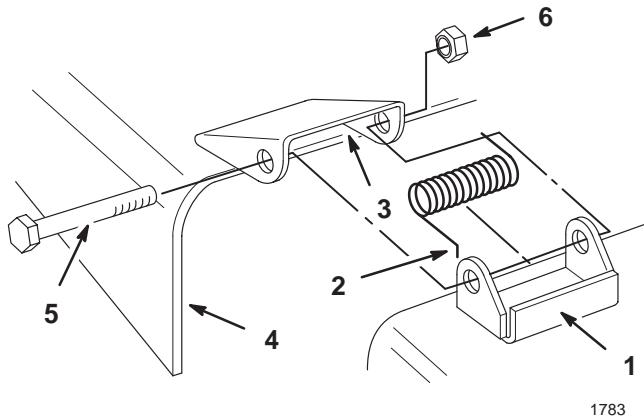

Bild 2
- Setzen Sie die Federn in die Mähwerkhalterungen, und zwar mit den Hakenenden über der erhobenen Rückseite (Bild 2).
- Fluchten Sie das Ablenkblech mit den Löchern in den Halterungen und den geraden Enden der Feder unter dem Scharnier sowie über dem Ablenkblech aus (Bild 2).
- Befestigen Sie das Ablenkblech an der Halterung mithilfe von Schrauben durch das Ablenkblech, die Federn und Halterungen. Befestigen Sie sie mit Sicherungsmuttern (Bild 2).